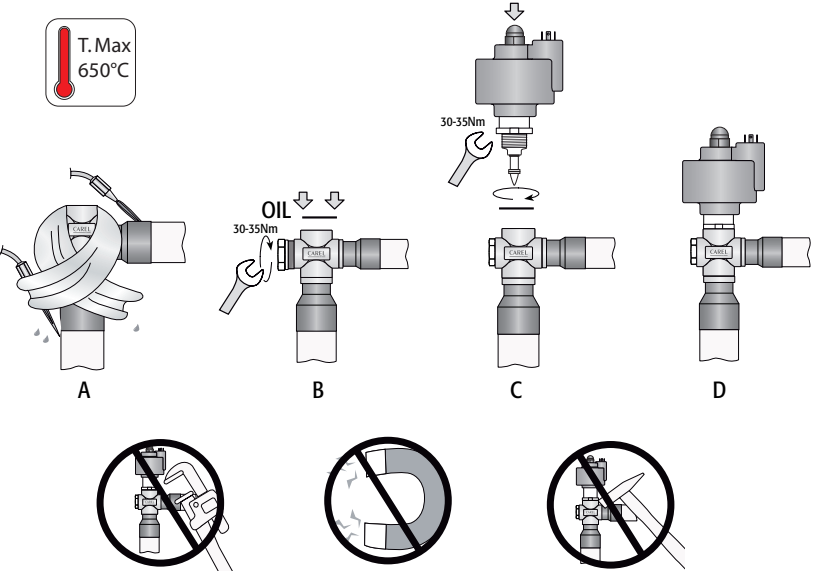

Fig. 2
Le valvole E⁴V devono essere saldate al circuito mediante brasatura dei raccordi in rame ai tubi di uscita condensatore (IN) e di ingresso evaporatore (OUT). Seguire la successione indicata in Fig. 2 procedendo in questo modo:
2. Avvolgere uno straccio bagnato sul corpo della valvola e procedere alla saldatura senza surriscaldarla orientando la fiamma verso l'estremità dei raccordi come da fig. 2 A (per una migliore brasatura senza alterare la tenuta della zona di saldatura tra corpo e raccordi utilizzare lega con temperatura di fusione inferiore a 650 °C o con tenore di argento superiore del 25 %).
3. A valvola fredda, avvitare sul corpo valvola la spia di flusso all'interno dell'apposito alloggiamento filettato (in linea con il raccordo trasversale) con una chiave esagonale da 27 mm verificando la presenza dell'O-ring (OR2081 - diametro interno 20,35 mm - spessore 1,78 mm - materiale: Neoprene) che ne garantisce la tenuta ermetica. Serrare la spia fino al raggiungimento del fine corsa meccanico del filetto (Fig. 2 B), con una coppia di 30-35 Nm. **Attenzione!** Per garantire una migliore tenuta dell'assieme è consigliato l'utilizzo di O Ring in Neoprene (materiali diversi possono compromettere il corretto utilizzo dell'assieme) lubrificati con uno strato sottile di olio compatibile.
4. Utilizzare l'O-ring (OR3112 - diametro interno 28,25 mm - spessore 2,62 mm - materiale: Neoprene) presente nella confezione per poi inserirlo nell'apposita cava schiacciandolo con la pressione del dito. Verificare la corretta posizione dello stesso testandone l'adesione uniforme sul fondo della sede di tenuta (Fig. 2 B).
5. Avvitare nel corpo valvola la cartuccia in acciaio sull'apposito alloggiamento filettato con una chiave esagonale da 34 mm verificando la presenza dell'O-ring sulla cava il quale garantisce la tenuta ermetica. Serrare la cartuccia portando la ghiera in battuta sul corpo valvola, con una coppia di serraggio suggerita di 30-35 Nm (Fig. 2 C). **Attenzione!** Nel caso in cui lo stelo filettato fuoriuscisse completamente dalla sede di lavoro della cartuccia procedere secondo la seguente operazione:
6. Controllare che lo statore rosso sia inserito fino a fondo corsa della cartuccia avvitando il dado nero portandolo in completa battuta fino a deformare la corona circolare in gomma dello statore (coppia di serraggio 0,8 Nm). (Fig. 2 D)
2. Wrap a wet rag around the body of the valve and weld the fittings, without overheating the valve, aiming the flame at the end of the fittings as shown in Fig. 2 A (for better braze welding without affecting the seal of the weld between the body and the fittings, use alloys with a melting temperature of less than 650 °C or with a silver content higher than 25 %);
3. When the valve has cooled down, tighten the flow sight glass to the special threaded socket in the valve body (in line with the cross fitting) using a 27 mm Allen key, making sure the O-ring is fitted (OR2081 -inside diameter 20.35 mm - thickness 1.78 mm - material: Neoprene) to ensure hermetic tightness. Tighten the sight glass to the end of the thread (Fig. 2 B), with 30-35 Nm torque.
4. Insert the O-ring (OR3112 -inside diameter 28.25mm - thickness 2.62 mm - material: Neoprene) included in the packaging into the corresponding opening, pressing it in by finger. Check the correct position of the O-ring by making sure there is uniform adhesion on the bottom of the seal seat (Fig. 2 B);
5. Tighten the steel cartridge to the special threaded socket in the valve body using a 34 mm Hex key, making sure the O-ring is fitted to ensure hermetic tightness. Tighten the cartridge by pressing the ring against the valve body with a recommended torque of 30-35 Nm (Fig. 2 C).
6. Make sure that the red stator is fully inserted on the cartridge with the black nut screwed on tightly until deforming the rubber ring on the stator (tightening torque 0.8 Nm). (Fig. 2 D)